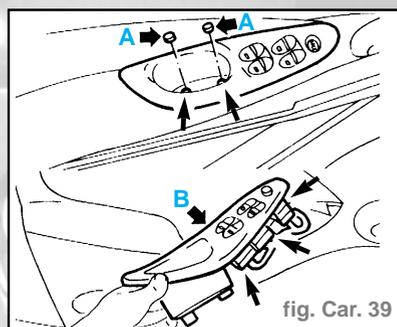

fig. Car. 39
- Dégager les bouchons (A) du levier de commande et dévisser les vis placées en-dessous (fig. Car. 39).